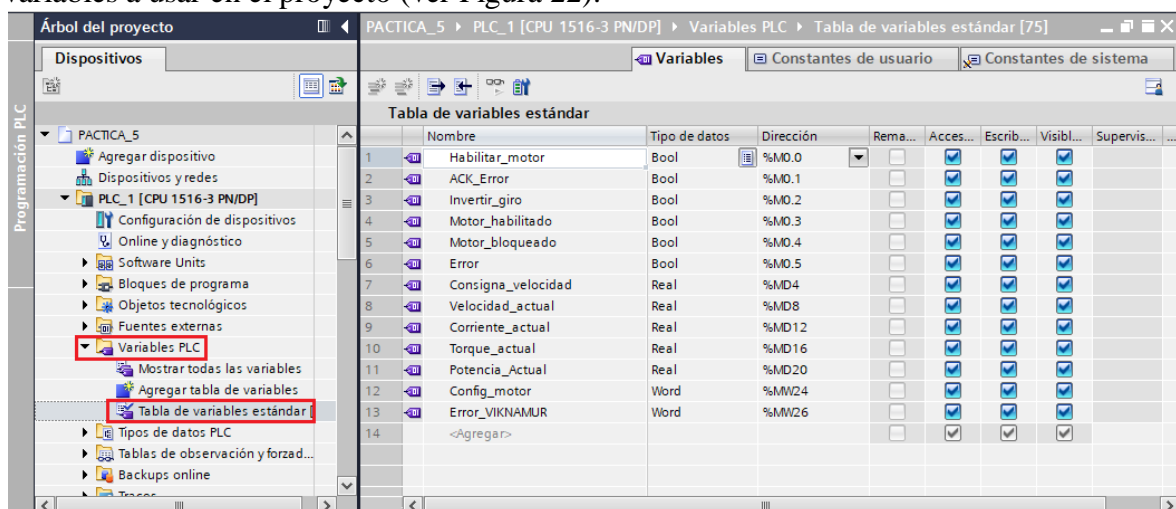

Figura 22. Tabla de variables
- (1) Para iniciar la configuración del Telegrama estándar 20, se debe asignar el nombre a las variables que se usarán en el proyecto, para ello ubicarse en el “Árbol del proyecto” y hacer clic en “**PLC_1 [CPU 1516-3 PN/DP]**” / “**Variables PLC**” / “**Tabla de variables estándar**”, y agregar las variables a usar en el proyecto (ver Figura 22).